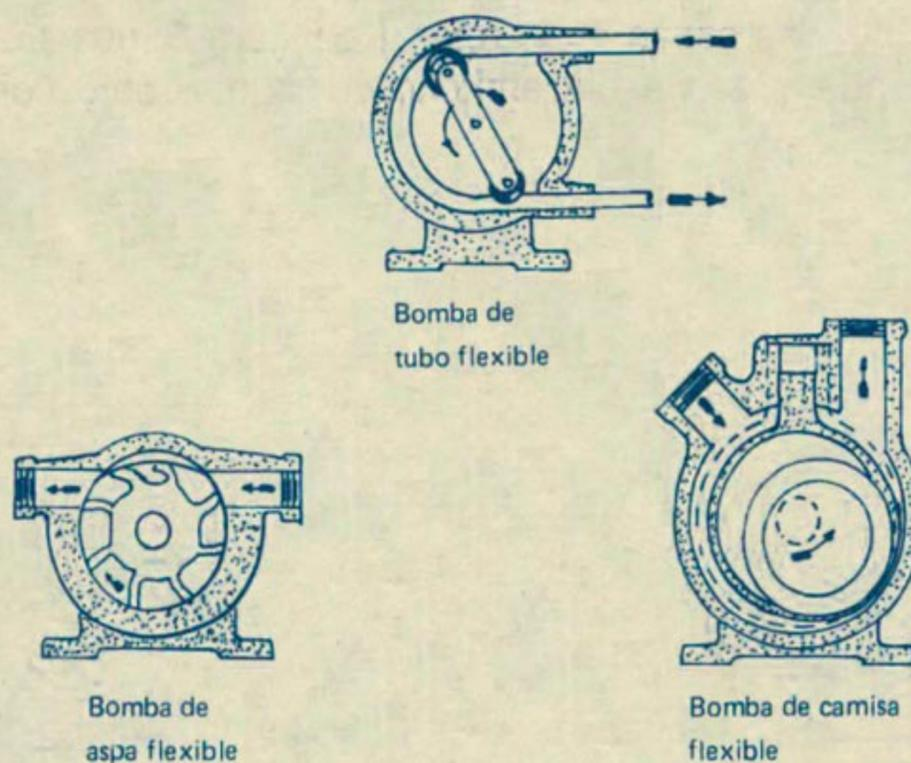

Figura 1
C. *Bomba de miembros flexibles: (Figura 1)*
En éstas el bombeo del fluido y la acción de sellado dependen de la elasticidad de los miembros flexibles que pueden ser un tubo, una corona de aspas o una camisa, cuyos ejemplos se ilustran en la Figura 1.